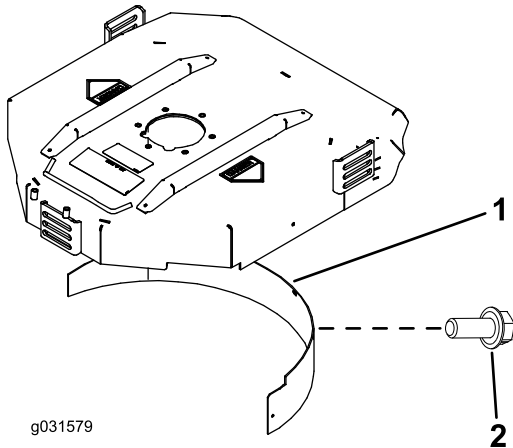

图 19
2. 将碎草隔板装入后开口内并使用 5 个凸缘头螺栓进行固定 图 19。